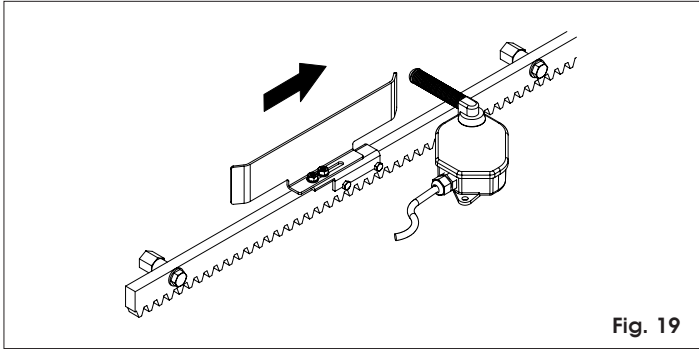

Fig. 19
- 5) Haga deslizar la lámina sobre la cremallera en el sentido de apertura (Fig.19).